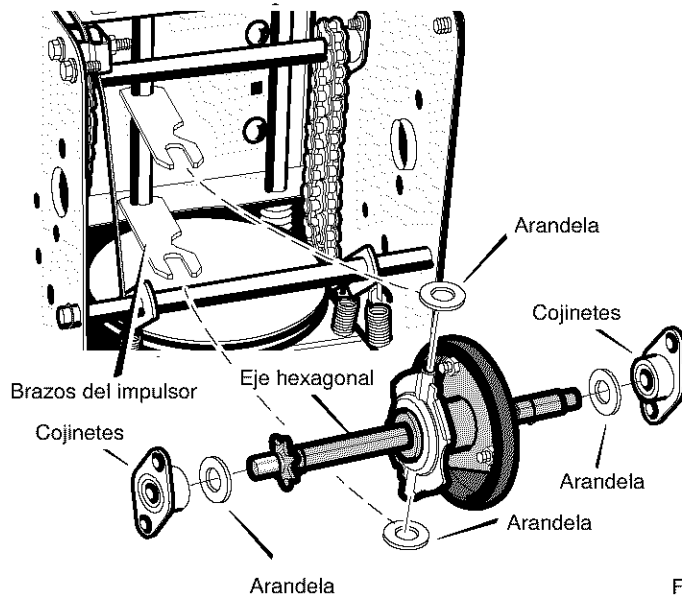

Figura 112
13. Instale el **eje hexagonal** y los **cojinetes** con los cuatro pernos que quitó antes (consulte la Figura 112).